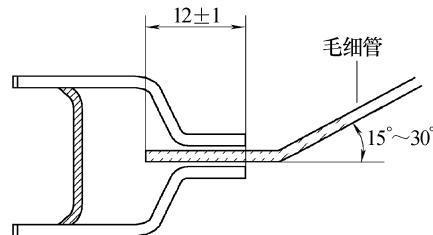

图3-20 毛细管焊接尺寸示意图
b) 按原有毛细管的规格和长度取一根新毛细管，并用氮气冲洗干净，再将毛细管的端口做成 30° 的斜口，然后对要焊接的部分进行清洁。接着把毛细管一端插入蒸发器的延伸管，另一端插入干燥过滤器。注意，插入的干燥过滤器不能过短，否则在焊接时易被钎料堵塞，容易造成脏堵，但也不能过长，以免接触过滤网，影响制冷剂的流量。可按如图 3-20 所示尺寸进行操作。